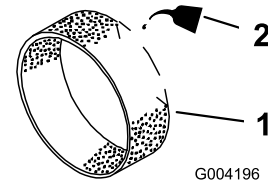

Figure 19
3. Imbibez le préfiltre de 30 à 60 ml (1 à 2 oz) d'huile (Figure 19).